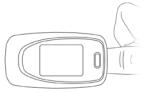

Figura 5. Posizionare il dito
● Il dito deve essere posizionato correttamente (vedere figura 5 allegata), poiché un posizionamento errato o una posizione di contatto improprio con il sensore influenzano la misurazione.
5.2 Aprire il sensore come mostrato in Figura 5.